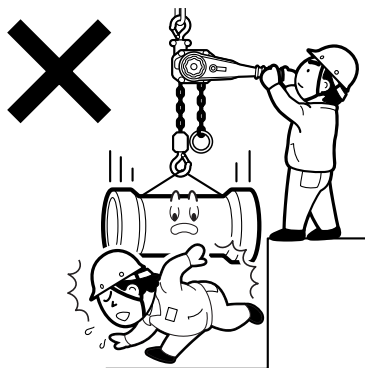

図4
- (6) つり荷の下や、つり荷の動く範囲に入らないでください。また人の頭上を越えて荷を運搬しないでください。図4